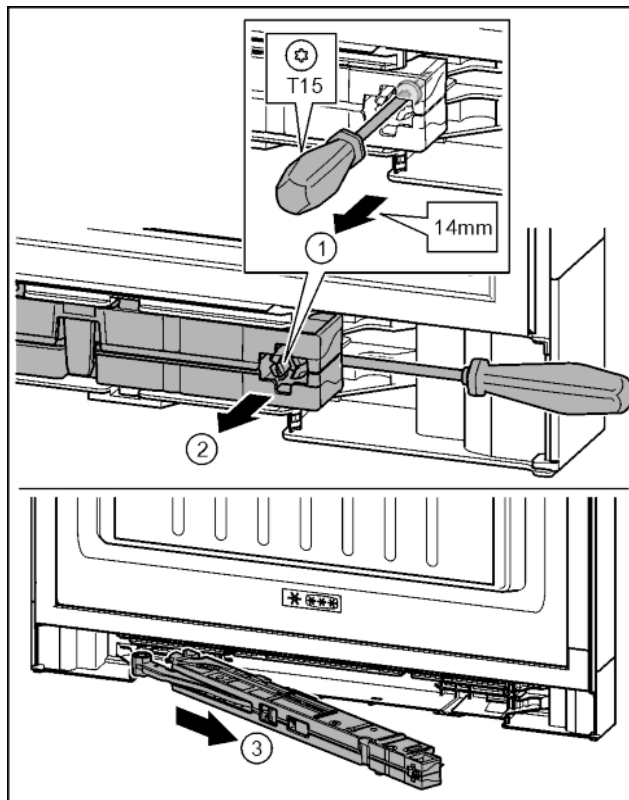

Fig. 19
► Ослабить винт на узле амортизатора с помощью отвертки T15 на ок. 14 мм. Fig. 19 (1)
► Переместить отвертку со стороны ручки за узел амортизатора. Повернуть узел вперед. Fig. 19 (2)
► Вытащить узел амортизатора. Fig. 19 (3)